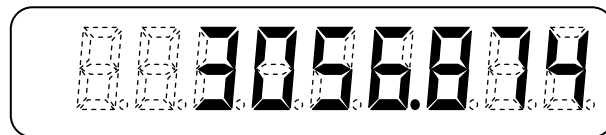

Рис. 13
- удвоенное значение величины линейного перемещения рабочего органа обозначается буквой «d» (рис. 13). Режим предназначен для индицирования диаметра обрабатываемой детали при обработке ее, например, на токарном станке.